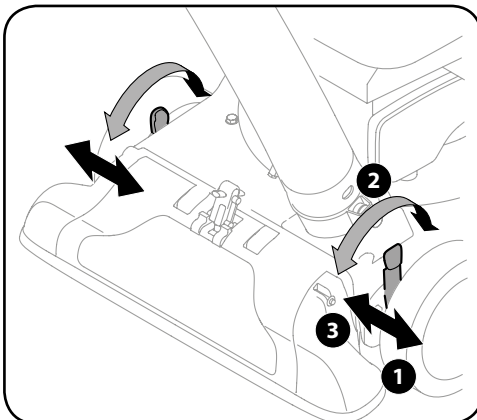

Рисунок 3-7
1. Нажмите на рычаг регулирования высоты сопла в сторону колеса. См. рисунок 3-7.
3. По завершении регулирования отпустите рычаг. См. рисунок 3-7.